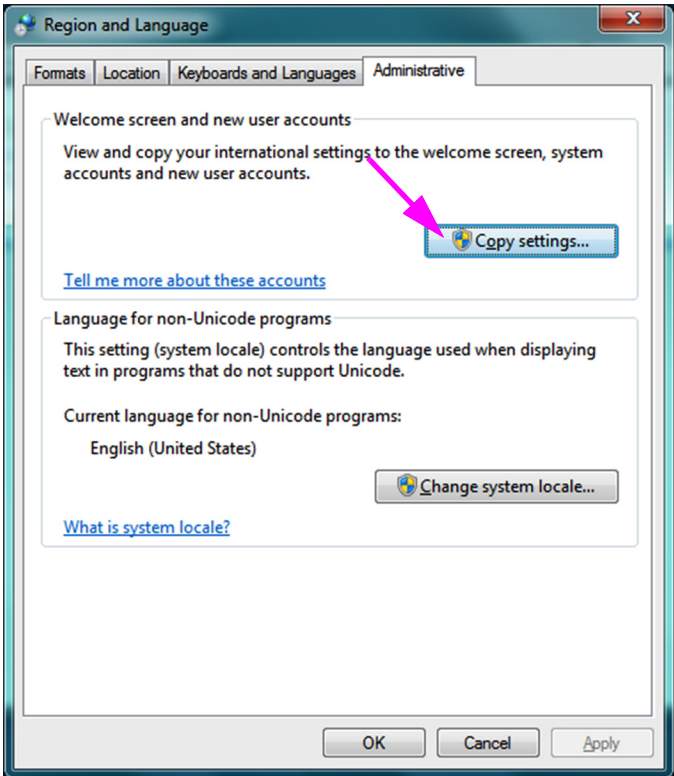

图 C-16. Region and Language（区域和语言）屏幕 — Administrative（管理）选项卡
6. 单击 **Administrative（管理）** 选项卡。出现 Administrative（管理）选项卡（请参见图 C-16）。